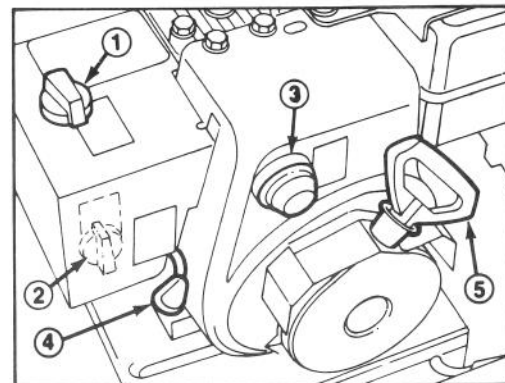

Abbildung 14
Drossel (Abb. 14) — Ein Verschieben der Drossel erhöht die Motordrehzahl.
Choke (Abb. 14) — Der Choke befindet sich am Vorwärmgehäuse. Zum Starten des kalten Motors den Choke nach rechts, auf VOLL drehen, und bei zunehmender Erwärmung den Choke wieder langsam auf AUS.
Tupfer (Abb. 14) — Als Kaltstarthilfe den Tupfer drücken, damit eine kleine Menge Benzin in den Motor einspritzt.
Rücklaufstarter (Abb. 14) — Der Rücklaufstarter befindet sich hinten am Motor und wird zum Starten des Motors herausgezogen.
2. Die Drossel auf SCHNELL stellen (Abb. 14).
4. Den Choke ganz aufdrehen (Abb. 14).
6. Den Tupfer fünfmal drücken (Abb. 14).
7. Den Rücklaufstarter (Abb. 14) langsam so lange herausziehen, bis Widerstand spürbar ist; dann den Motor mit einem kräftigen Armzug anwerfen. Den Startgriff festhalten und das Seil langsam zurückgleiten lassen.
8. Nachdem der Motor angesprungen ist, den Choke (Abb. 14) sofort in 3/4-Stellung bringen. Bei zunehmender Erwärmung des Motors den Choke zunächst auf 1/2 und dann auf AUS stellen. Stottert der Motor, den Choke wieder auf 1/2, und nach genügender Erwärmung wieder auf AUS stellen.
2. Die Drossel auf LANGSAM stellen und den Zündschlüssel auf AUS drehen (Abb. 14).